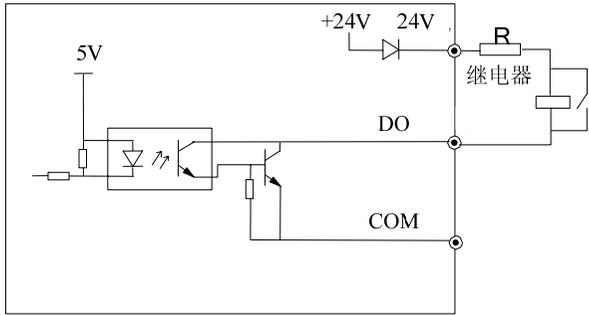

图 2-26 多功能输出端子开关量输出接线方式1
1) 多功能输出端子DO作为开关量输出时可使用变频器内部的24V电源, 接线方式请参见图2-26。